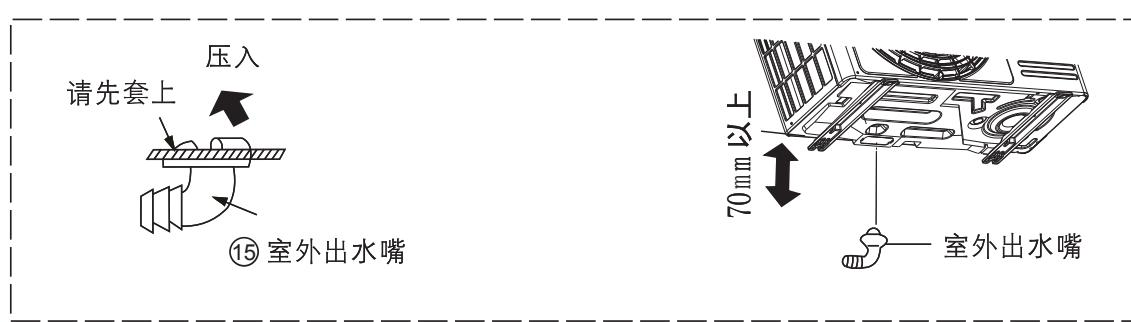

图 27
- 2 请将机体在安装后，按图27所示将附件 ⑮ 室外出水嘴安装在出水孔中。